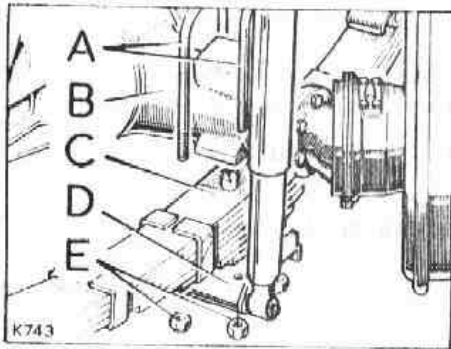

Fig. F-48 Bridas de la ballesta
- 1.6. Desmontar las cuatro bridas, A (Fig. F-48) sujetas por las tuercas, E.
2.3. Instalar las bridas y las placas-fijador (Fig. F-48) apretando las tuercas a un par de 7 mkg.